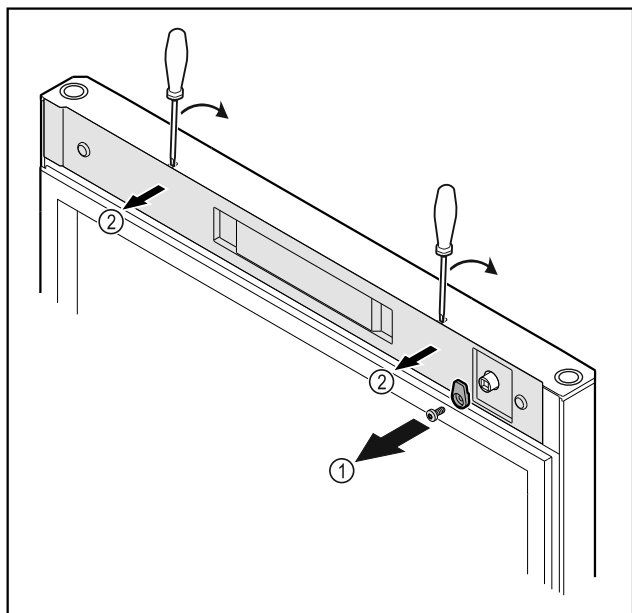

Fig. 10
- ▶ Skru låsekroen Fig. 10 (1) af.
- ▶ Klik afdækningen Fig. 10 (1) ud med en lille skruetrækker, og tag den af.